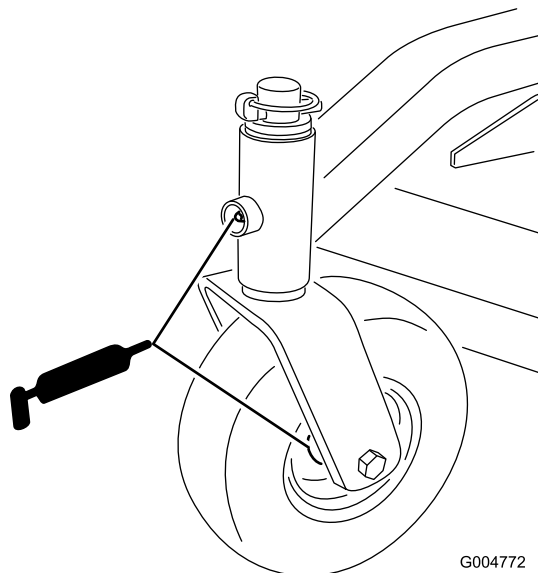

Figura 26
1. Lubrique los cojinetes de las ruedas giratorias delanteras y los pivotes delanteros (Figura 26).